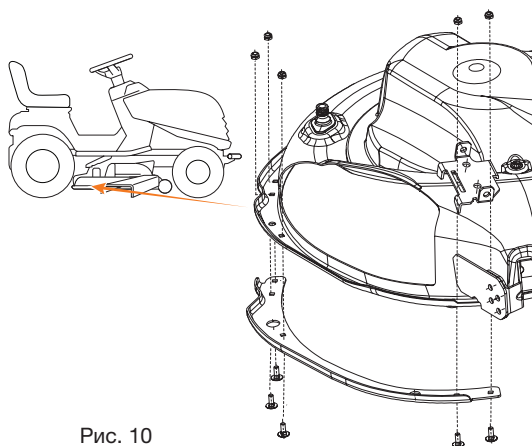

Рис. 10
- Завершите монтаж режущего узла, установив боковые усиливающие элементы на профиль режущего узла при помощи соответствующих винтов (Рис. 10).